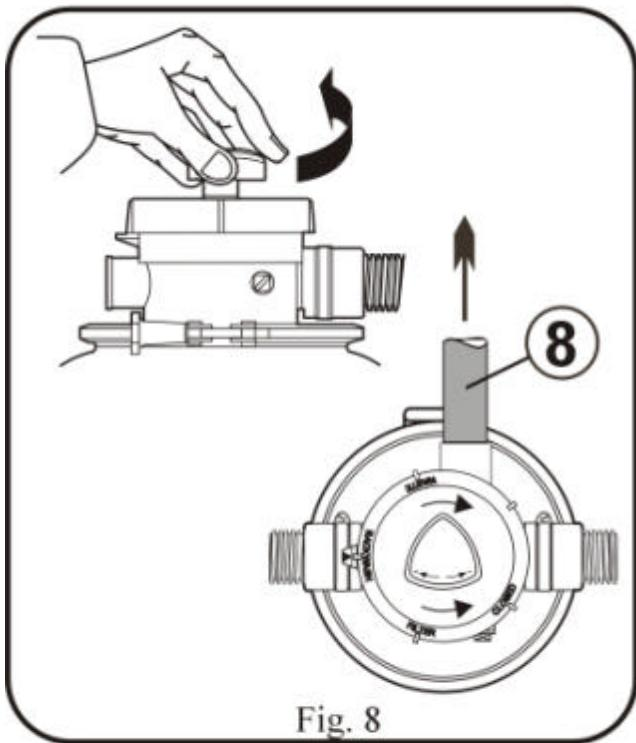

Fig. 8
- ? Ligue a mangueira de Ø38 mm x 1,5 m à saída de esvaziamento (WASTE) fig 8, pos 8, da válvula e dirija a outra extremidade da mangueira a um desaguadouro ou esgoto.